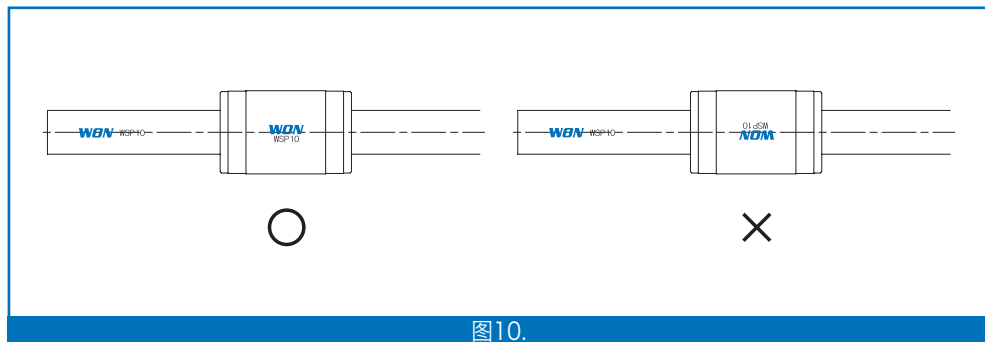

图10.
- ① WON滚珠花键在非连续瞬间最高达到120°C, 连续使用时可达到80°C。温度超过80°C时, 请咨询WON。
- ② WON滚珠花键在花键轴和螺丝帽标识方向和位置相同状态(参考图10)时, 精度调整为最佳状态。安装到机器时, 要注意防止螺丝帽和花键轴的转向和螺丝帽的配置, 转向方向发生转变。
- ③ 通过在一个轴使用两个以上的螺丝帽, 在外筒的旋转方向固定两个以上的按钮时, 螺丝帽的按键槽位置要并行, 请咨询WON。